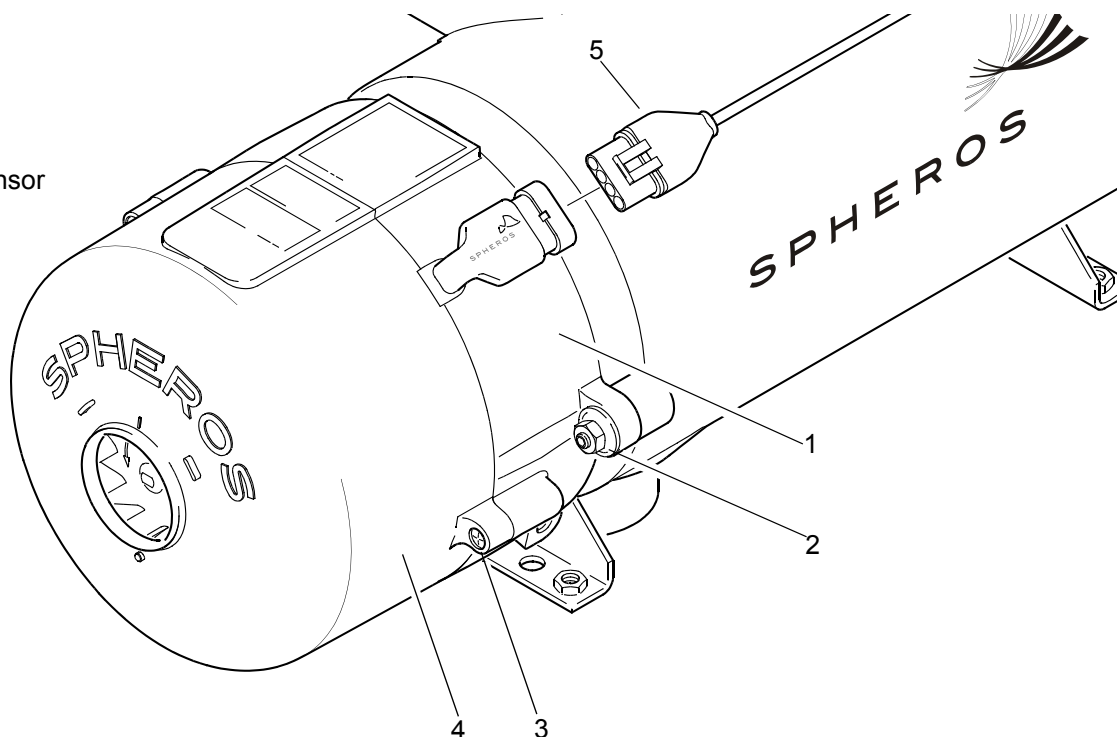

Fig. 801 Montaje y desmontaje del cabezal quemador / de la caperuza
2. Alinear el conector del sensor de temperatura (5, Fig. 801).
1. Poner el quemador (1, Fig. 801) y ajustarlo. Tiene que quedar centrado y asentado correctamente.
2. Colocar las tuercas (2) y atornillar suave y alternativamente.
3. Apretar las tuercas (2) con  $7,5 + 1$  Nm.
6. Alinear el conector del sensor de temperatura (5).
- 2 Tuercas (2)
- 3 Tornillos (2)
3. Alinear el conector del sensor de temperatura (5, Fig. 801).
2. Apretar el sensor de temperatura (1) con  $17 \text{ Nm} \pm 1 \text{ Nm}$ .
2. En caso necesario, alinear el conector del sensor de temperatura (5, Fig. 801).
3. Quitar los tornillos (3, Fig. 801).
4. Quitar la caperuza (4).
1. Poner la caperuza (4, Fig. 801) y ajustarla. Tiene que quedar centrada y asentada correctamente, y debe procurarse que el mazo de cables del calefactor y del adaptador quede sellado.
2. Ajustar los tornillos (3) y apretar con  $2 \text{ Nm} + 0,5 \text{ Nm}$ .
3. En caso necesario, alinear de nuevo el conector del sensor de temperatura (5, Fig. 801).